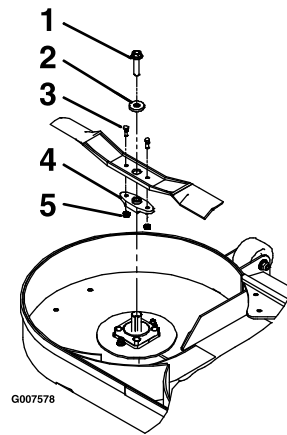

Figura 74
3. Retire la cuchilla, la arandela y el perno de la cuchilla que fija la cuchilla y el impulsor de la cuchilla (Figura 74).
4. Retire el impulsor de la cuchilla de la cuchilla existente (Figura 74).
- Instale el impulsor de la cuchilla en las nuevas cuchillas con las contratuercas y los pernos de la cizalla (Figura 74).
- Instale la cuchilla, la arandela y el perno de la cuchilla en el eje (Figura 74).